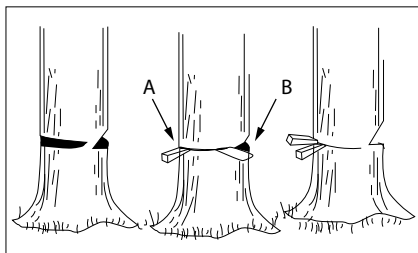

Рис. 16
Използвайте дървени или пластмасови клинове (A), за да предотвратите заклиняване на шина или верига (B) в среза. Клинове също управляват отсичането (рис. 16).